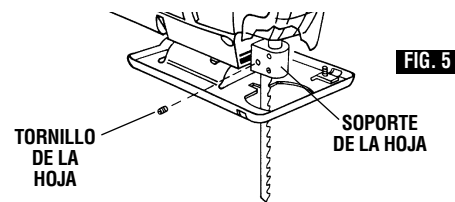

FIG. 5
1. **Para desplazamiento continuo automático**, introduzca la hoja hasta la profundidad máxima, con la hoja en la posición de ATRAS del soporte de la hoja tal como se muestra en la (Fig. 5).
Nota: En los modelos de desplazamiento continuo automático, la hoja debe estar en la posición TRASERA del soporte de la hoja, tal como se muestra en la Fig. 5, para que la ranura rodee a la hoja.